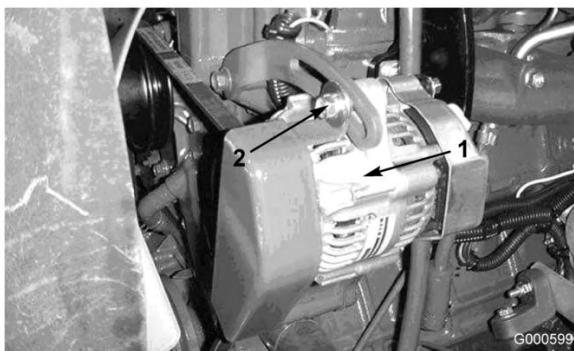

Figure 55
Vérifiez l'état et la tension des courroies (Figure 55) toutes les 100 heures de fonctionnement.
2. Si tel n'est pas le cas, desserrez les boulons de montage de l'alternateur (Figure 55). Augmentez ou diminuez la tension de la courroie et resserrez les boulons. Contrôlez de nouveau la flèche de la courroie pour vérifier si la tension est correcte.